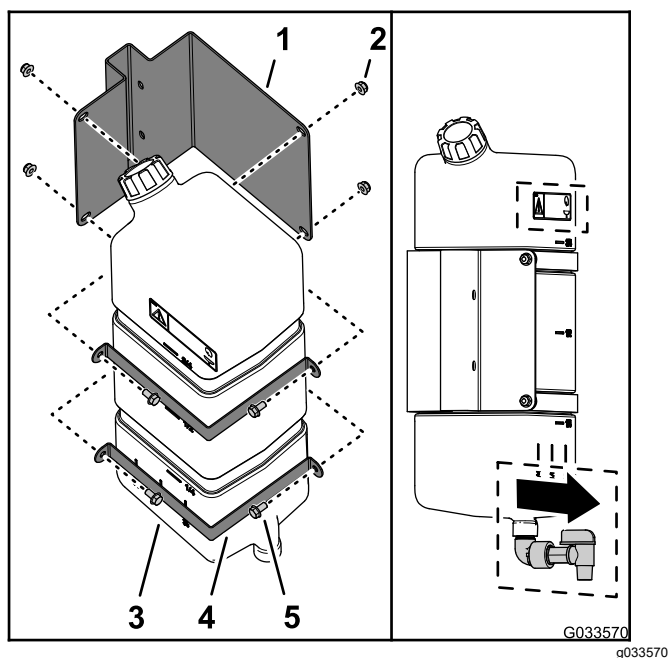

Figura 43
1. Asamblați rezervorul de apă dulce pe suportul aferent cu 2 chingi de montaj, 4 șuruburi cu guler (5/16 x 5/8") și 4 contrapiulițe cu guler (5/16") așa cum este indicat în Figura 43.